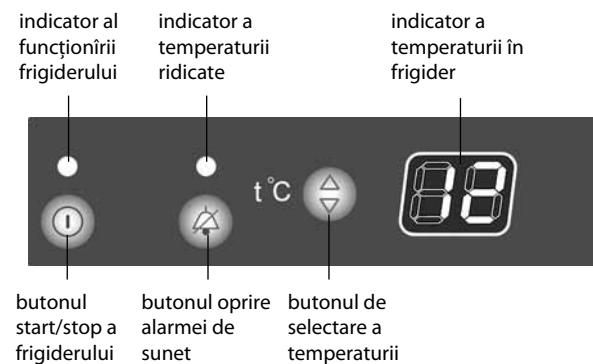

Figura 3
2.1.1 Ghionați funcționarea frigiderului apăsând butoanele corespunzătoare ale unității de comandă, în conformitate cu figura 3.
2.1.2 Indicatoarele LED așa cum se arată în Figura 3 indică lucru/oprirea frigiderului, temperatura majorată în cameră, indicatorul numeric indică temperatura selectată.
2.2.1 Porniți frigiderul apăsând butonul ① așa cum se arată în figura 3 - se va aprinde indicatorul funcționării frigiderului și începe să clipească litera «H» pe indicatorul numeric de temperatură.
2.3.1 Setarea temperaturii se produce prin apăsarea butonului ▲ în conformitate cu figura 3. Pe display-ul digital al temperaturii va începe a clipi indicația temperaturii în grade Celsius. După apasarea repetată a butonului ▲ valoarea numerică a indicatorului crește pînă la valoarea maximă, și apoi se resetează la valoarea cea mai mică.
2.4.1 Dacă uşa frigiderului este deschisă mai mult de 60 de secunde, se va aude semnalul audio. Soneria se va opri după închiderea uşii, apăsarea butonului ④ (cu uşa deschisă), așa cum se arată în figura 3, sau când opriți frigiderul.